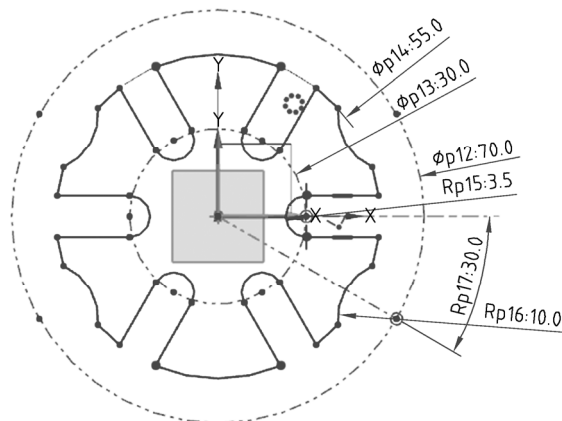

图 1-4-11 修剪图形
(6) 修剪轮廓。单击【直接草图】→【修剪】命令，对轮廓进行修剪，如图 1-4-11 所示。